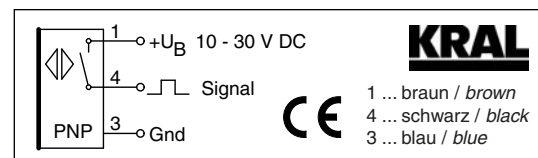

Abb. 4 Anschlussschaltbild BEG 43D/BEG 46D
5. Impulsgeberstecker **493** anschließen, dabei Anschlussschaltbild beachten, siehe Abb. 4, Seite 29.